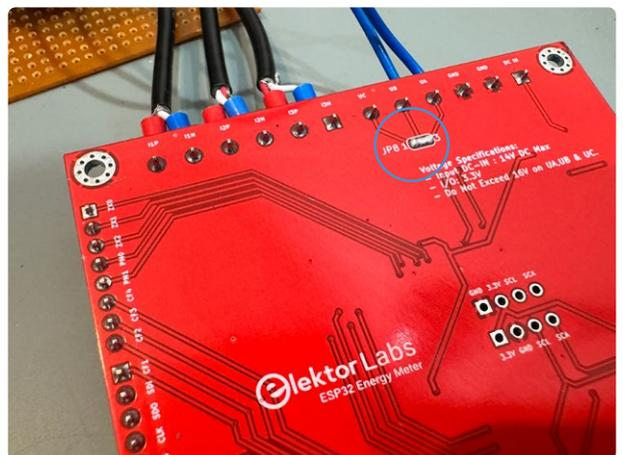

Bild 4. Jumper-Konfiguration auf der Platine für den Betrieb des Energiemessgeräts im Einphasenbetrieb.
Vielleicht haben Sie auf den Bildern bemerkt, dass nur ein Transformator an das Energiemessgerät angeschlossen ist. Der Energiemesser wurde nämlich hier für einphasigen Betrieb konfiguriert (Lötjumper JP8 auf der Rückseite der Platine angebracht, wie in **Bild 4** zu sehen). Um den Energiezähler im dreiphasigen Modus zu betreiben und die Spannung jeder Phase in einem dreiphasigen System mit drei Transformatoren abzufragen, müssen Sie die Primärseiten der drei Transformatoren an die jeweiligen Außenleiter (L1, L2, L3) gegen den Neutralleiter N anschließen. Auf der Sekundärseite schließen Sie ein Ende der Wicklung jedes Transformators an einen gemeinsamen Nullpunkt auf der Platine an und bilden so eine Sternkonfiguration (Y). Die freien Enden der Sekundärwicklungen (V1, V2, V3) liefern dann die Spannungsausgänge (UA, UB und UC) auf der Platine für jede Phase. Unbedingt muss sichergestellt sein, dass die Transformatoren für Netzspannung und den Strom des Systems ausgelegt sind und dass Primär- und Sekundärstromkreise strikt voneinander isoliert sein müssen, aus Sicherheitsgründen und um einen stabilen und ausgeglichenen Neutralleiter-Anschluss und damit eine hohe Messgenauigkeit zu gewährleisten.